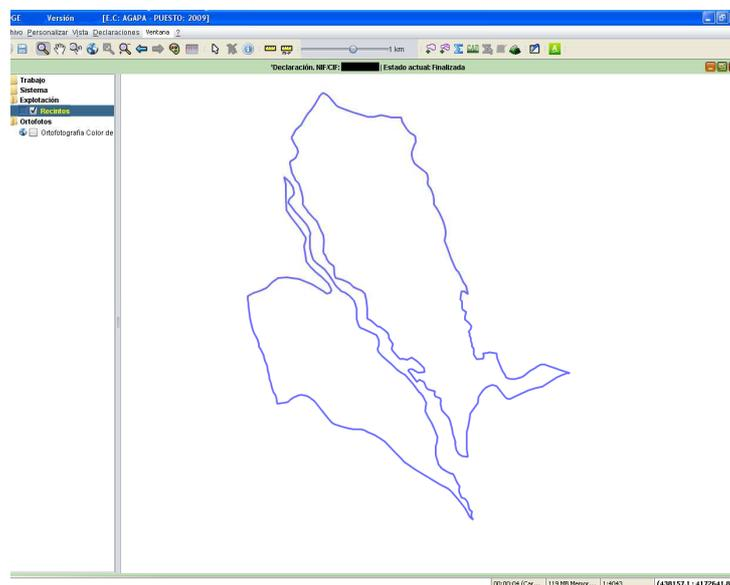

Fig. 75
1. **Cargar la declaración de destino,** aquella a la cual se pretenden importar uno o varios recintos. (Fig. 75)